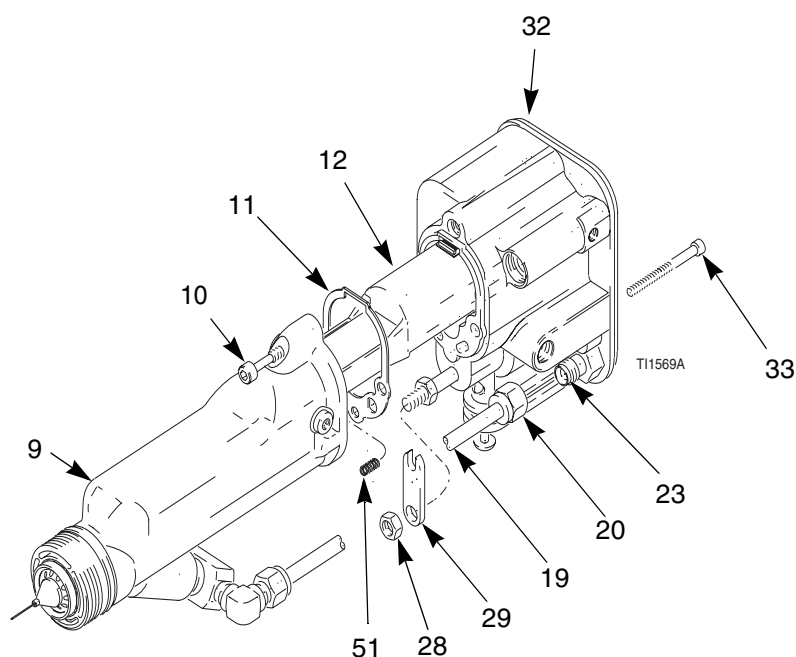

Fig. 30. Instalación del cañón
1. Asegúrese de que la junta (11) y el muelle de conexión a tierra (51) están bien colocados. Asegúrese de que los orificios de aire están correctamente alineados. Reemplace si estuvieran dañados. Vea Fig. 30.
2. Coloque el cañón (9) sobre la fuente de alimentación (12) y en el cuerpo de la pistola (32).
4. Monte el tubo de fluido (19) en su accesorio de alojamiento (23). Compruebe que los anillos de metal (21, 22) están colocados. Apriete la tuerca (20).
5. Instale y ajuste el brazo del actuador (29) y la contra-tuerca (28). Vea la página 39.
7. Instale el anillo de refuerzo de la pistola (2) y el cabezal de aire, página 34.